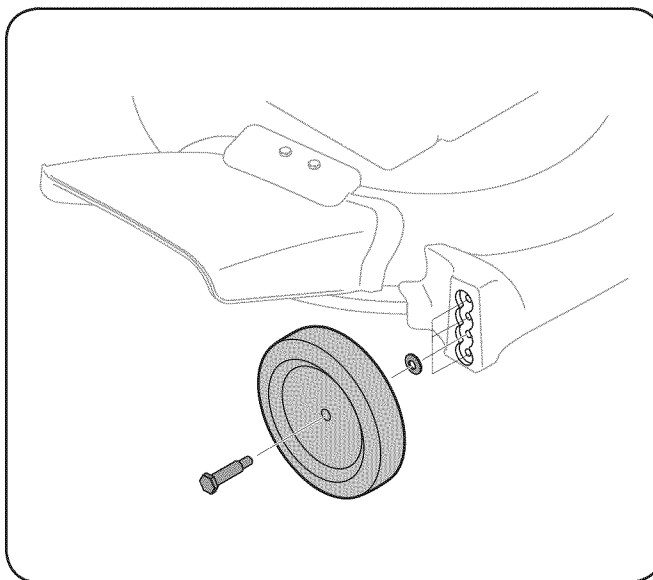

Figure 3-9
1. Quite los tornillos y arandelas del hombro de las ruedas como se muestra en Figure 3-9.